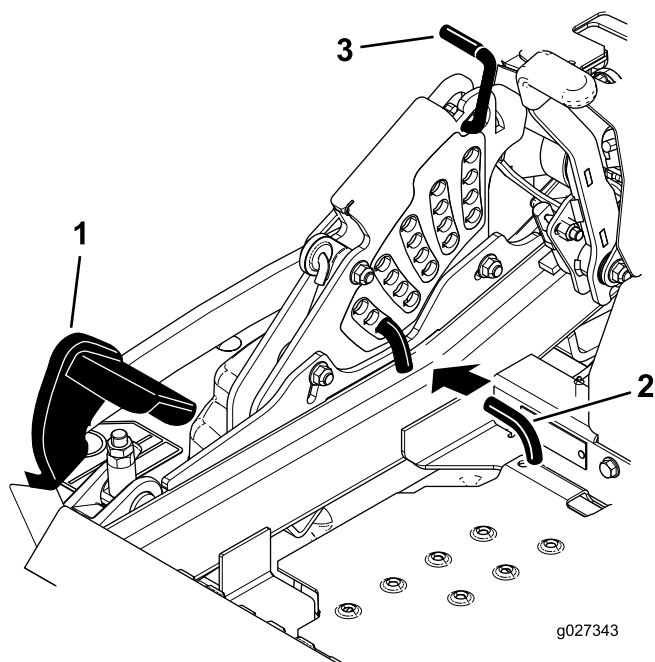

Figure 84
5. Enfoncez complètement la pédale de relevage du plateau de coupe pour verrouiller le plateau à la position de transport de 14 cm (Figure 84).